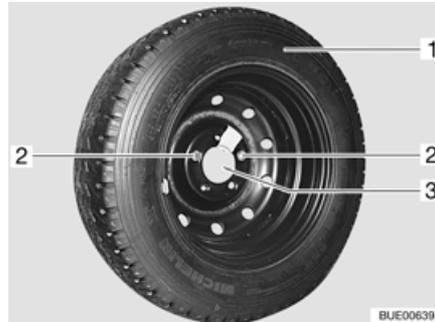

Fig. 229 Soporte para rueda de repuesto en el garaje trasero
- Aflojar los dos tornillos de fijación (Fig. 229,2) con las herramientas de a bordo y extraerlos.
- Retirar la rueda de repuesto (Fig. 229,1) del soporte (Fig. 229,3).